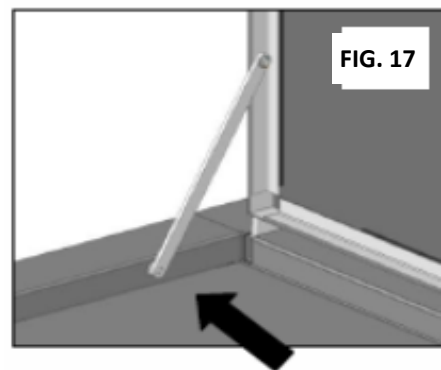

FIG. 17
- **Veillez à ce que la tige de retenue soit parfaitement positionnée et que la vitrocéramique ne puisse retomber (Figure 17).**